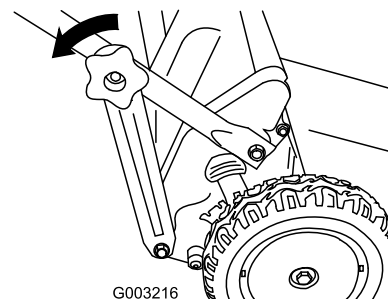

Figura 17
1. Retire los pomos del manillar inferior que sujetan los extremos del manillar inferior a los soportes del manillar (Figura 17).